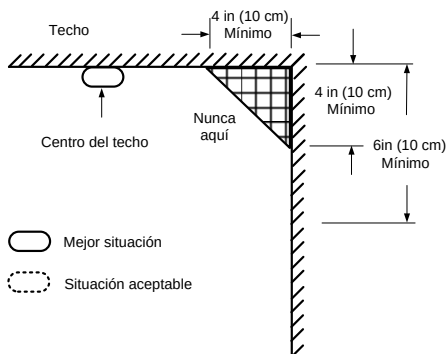
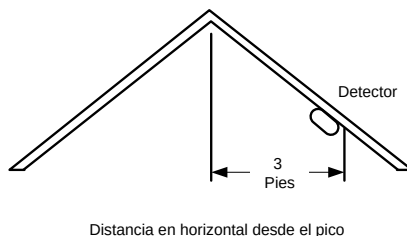

Figura 3: Recomendaciones sobre las ubicaciones de instalación recomendadas para instalar detectores de humo/calor.
Figura 4: Ubicación de instalación recomendada para detectores de humo/calor en habitaciones con techos inclinados o abuhardillados (inclinación >20 grados).
- Instale detectores de humo/calor lo más cerca posible del centro del techo. Si no es posible, instale el detector como mínimo a 30 cm de las paredes o esquinas, no más cerca (*ver la Figura 3*).
- Si no es posible instalar el dispositivo en el techo y las autoridades locales o nacionales le permiten instalar detectores en las paredes, instale el detector en las paredes a una distancia de 30 cm–50 cm del techo (*ver la Figura 3*).
- Si su casa tiene techos inclinados o abuhardillados, intente instalar los detectores a 90 cm del punto más elevado del techo, midiendo en horizontal (*ver la Figura 4*).
- En zonas con aire en calma, como debajo de tejados en punta o en rincones entre las paredes y el techo. El aire en calma puede impedir que el humo llegue al detector (*ver la Figura 3 y la Figura 4 para conocer las ubicaciones de instalación recomendadas*).